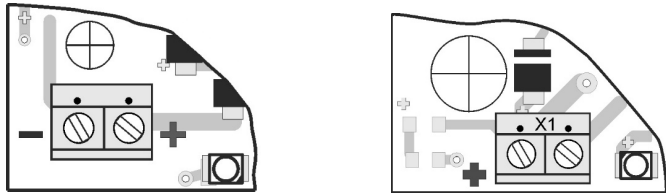

Рисунок 2
- під'єднати кабель до клемної колодки відповідно до маркування, який вказаний на платі (рисунок 2 додатку)